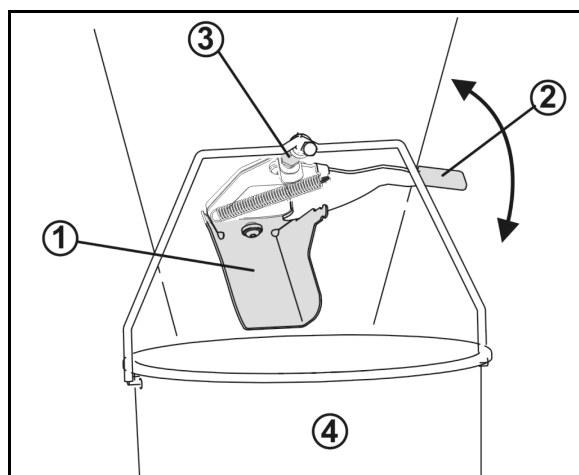

Fig. 30
5. Montez les roulettes avec frein manœuvrables à l'avant (Fig. 30/1)
- o et bloquez-les avec la goupille (Fig. 30/2),
6. Montez les roulettes fixes à l'arrière (Fig. 30/3) hinten
- o et bloquez-les dans les alésages inférieurs avec une goupille (Fig. 30/4)
Veillez lors du montage des roulettes fixes à ce que l'axe (Fig. 30/5) soit enchâssé dans l'alésage du bâti et maintienne ainsi les roulettes dans le sens de la longueur.